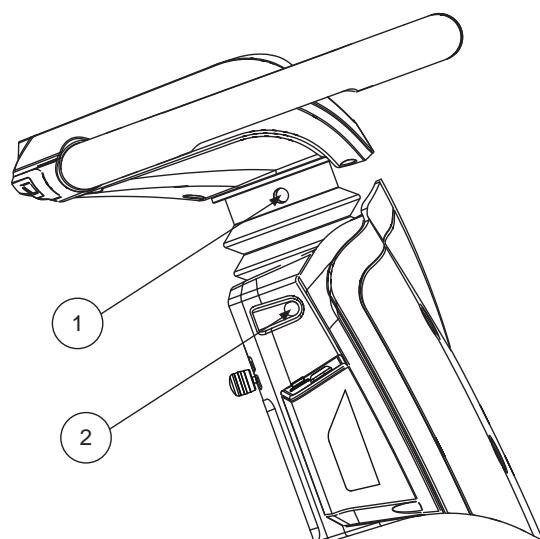

Abb. 16. Einstellung von Lenkerhöhe/Konsolenwinkel
1. Stecken Sie einen 5-mm-Inbusschlüssel in die Öffnung an der Seite des Lenkers und lösen die Schraube. Siehe Abb. 16.
1. Stecken Sie einen 6-mm-Inbusschlüssel in die Öffnung an der Seite des Lenkers und lösen die Schraube. **Siehe Abb. 16.**